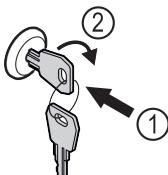

Fig. 162
- 按入钥匙。Fig. 162 (1)
- 将钥匙顺时针转动 90°。Fig. 162 (2)